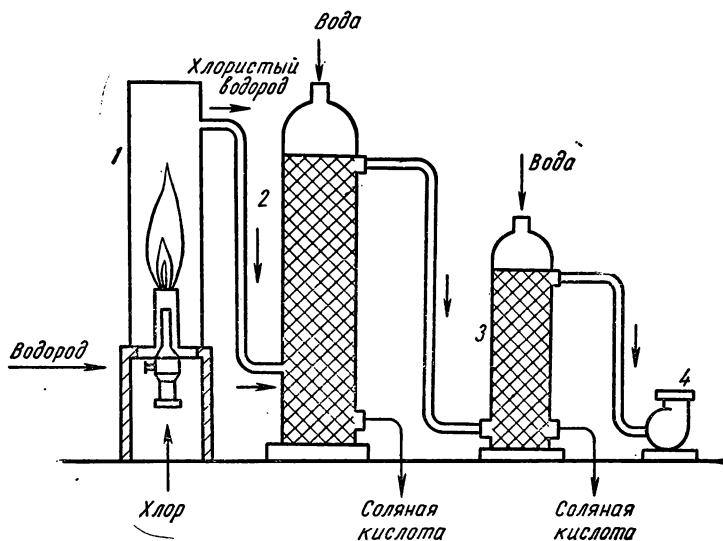

Рис. 53. Схема заводской установки для получения соляной кислоты синтетическим методом.
*Синтетический метод* получения соляной кислоты складывается из двух процессов: синтеза хлористого водорода и поглощения его водой. Синтез  $\text{HCl}$  осуществляют в так называемой контактной печи, представляющей собой вертикальную стальную трубу (высота 7 м, диаметр 0,6 м). В нижней части ее расположена кварцевая или стальная горелка, состоящая из двух трубок (рис. 53). По внутренней трубке горелки подается хлор, а по внешней — водород. Сжигание водорода в атмосфере хлора без доступа кислорода воздуха в присутствии паров воды как катализатора идет спокойно с образованием хлористого водорода: